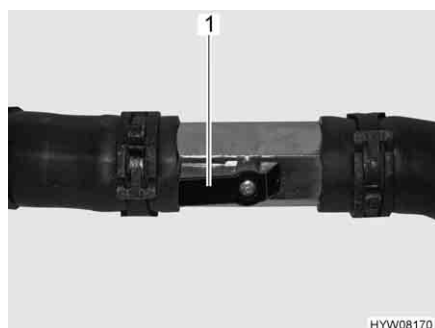

Fig. 204 Robinet d'arrêt ouvert
- Placer le levier (Fig. 204,1) parallèlement à la conduite (Fig. 204). Plus le robinet d'arrêt est ouvert, plus la puissance de chauffage est élevée.